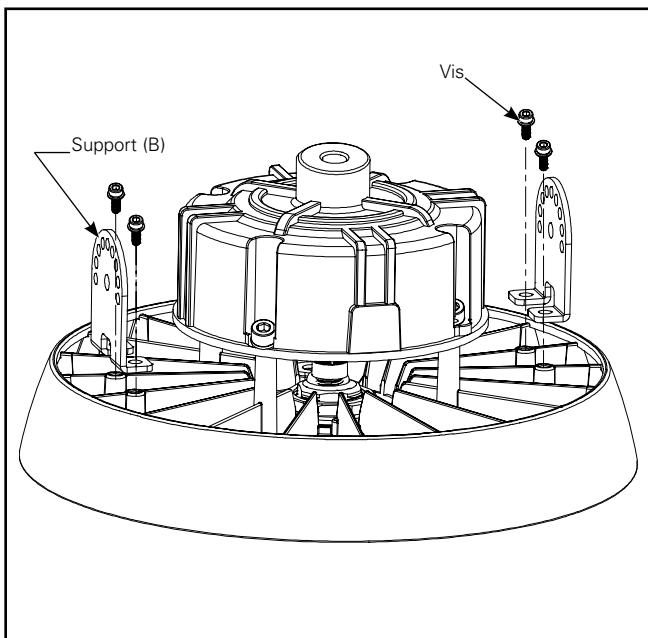

Figure 10.
1. Serrez les deux (2) pièces du support (B) au luminaire en utilisant les vis (Figure 10).